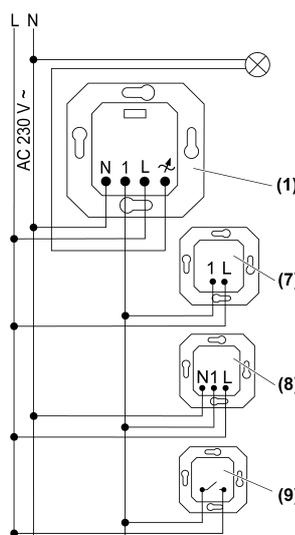

Figure 2: Schéma de raccordement avec postes auxiliaires en option
- (7) Mécanisme de poste auxiliaire bifilaire
- (8) Mécanisme de poste auxiliaire trifilaire
- (9) Bouton-poussoir, contact normalement ouvert
- Raccorder la charge conformément au schéma de raccordement (figure 2).
-  Actionner brièvement la touche **Dimm-Mode** (4) pour commuter la lumière.
- Monter le cadre (2) et la garniture (3).